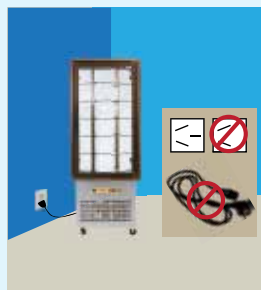

FIGURA 3
- L'impianto elettrico deve essere compatibile con la legislazione nazionale. (Figura 3)
- Attendere un (1) ora senza muoversi dopo aver piazzato il prodotto prima dell'uso.
- Se il vostro prodotto è collocato in condizioni molto fredde, periodo di attesa prima deve funzionare almeno due (2) ore.